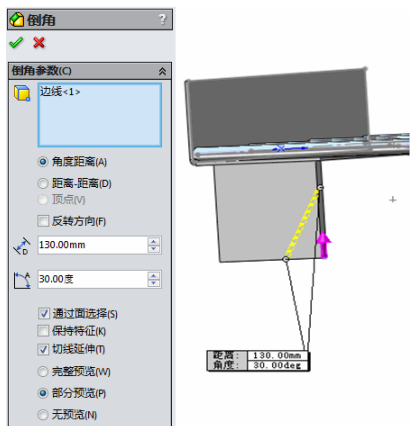

图 16-93 进行倒角操作
① 执行“插入”→“特征”→“倒角”菜单命令，或者单击“特征”工具栏中的“倒角”按钮，在“倒角”属性管理器中选择“角度距离”选项，在“距离”栏中键入数值：130，在“角度”栏中键入数值 30，如图 16-93 所示，单击“确定”按钮，生成倒角特征。